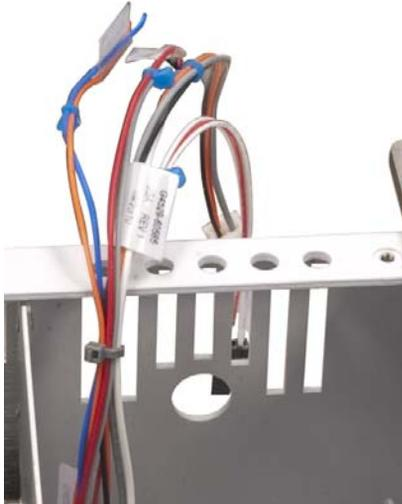

Abb. 32 Verlegen der Kabel außerhalb des Grundplattengehäuses
- 9 Verlegen Sie die nahe der Rückseite befindlichen Kabel der Peltier-Spannungsversorgungs-Steuerplatine wie in Abb. 32 gezeigt außerhalb des Grundplattengehäuses.